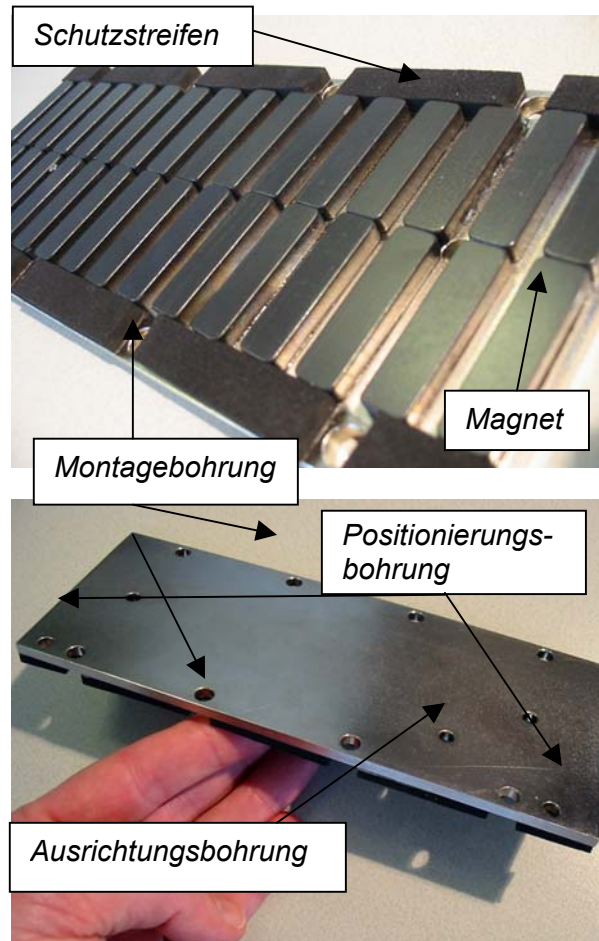

Bild 10: Magnetplatte, Details
2. Wählen Sie die Bohrungen gemäß der Position der genauen $\varnothing 5$ Positionsbohrungen in der Magnetplatte (siehe Bild 10, Magnetplatte, Details).